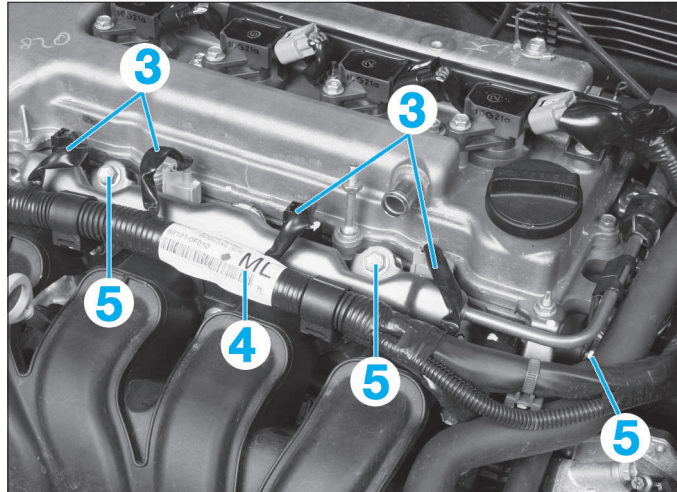

FIG. 57
- Débrancher les connecteurs (3) et mettre le faisceau (4) de côté.
- Déposer les trois vis de fixation (5) de la rampe d'injecteurs (fig. 57).